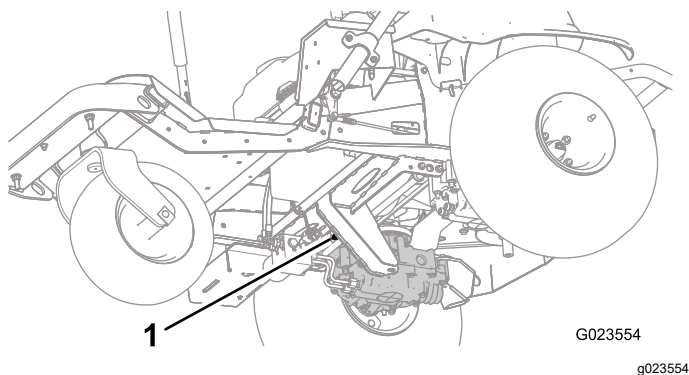
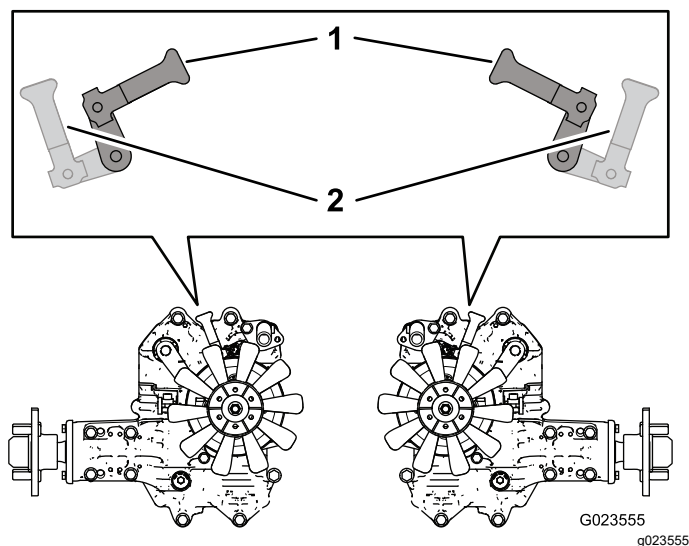

Bild 23
Bild 24
2. Drehen Sie die Sicherheitsventilhebel (Bild 22 und Bild 23) unter der Maschine so, dass sie nach innen zur Mitte der Maschine (Bild 24) zeigen, und lösen Sie die Feststellbremse, siehe Verwenden der Feststellbremse \(Seite 20\).
3. Drehen Sie die Sicherheitsventilhebel nach dem Schieben oder Abschleppen der Maschine so, dass sie zur Vorderseite der Maschine zeigen, damit Sie mit der Maschine fahren können (Bild 24).